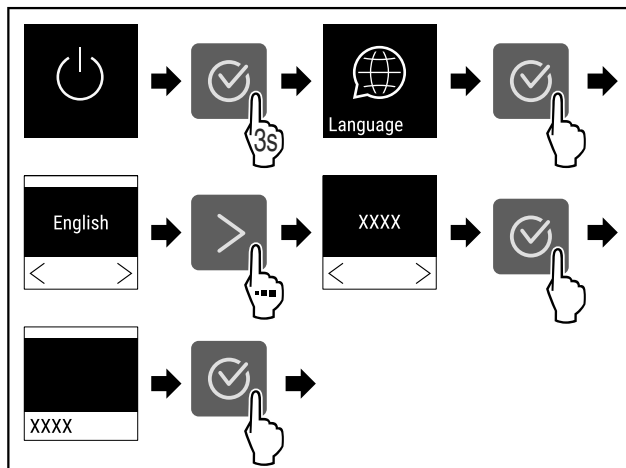

Fig. 55
- ▶ Végezze el a gyakorlati lépéseket (lásd Fig. 55).